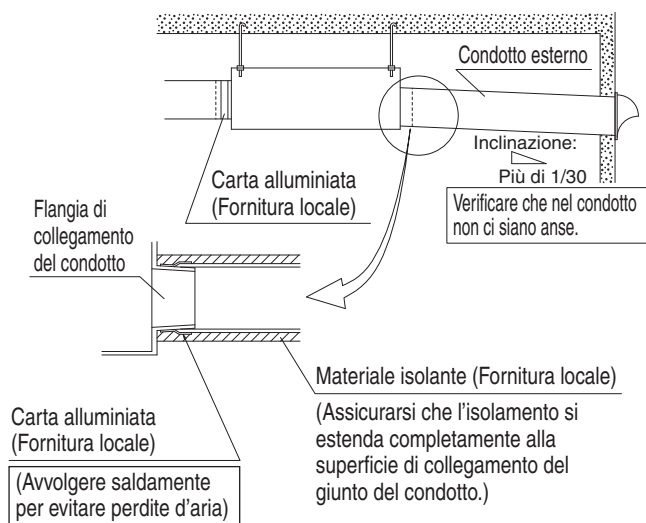

Fig. 16
- Per prevenire perdite d'aria, avvolgere del nastro di alluminio (fornitura locale) intorno alla sezione di collegamento dopo che la flangia di collegamento del condotto (accessorio) e il condotto sono stati collegati. **(Fare riferimento alla Fig. 16)**
- Per prevenire cortocircuiti, installare l'apertura dell'ingresso dell'aria interna (SA) il più lontano possibile dall'apertura dell'aspirazione di scarico (RA).
- Isolare sempre i condotti dell'aria di mandata esterni e interni e la flangia di raccordo condotti (accessorio) per prevenire la condensa. (Materiale: lana di vetro, spessore 25 mm o più) Selezionare lo spessore dell'isolamento tenendo in considerazione la temperatura ambiente intorno al condotto e la lunghezza del condotto. **(Fare riferimento alla Fig. 16)**